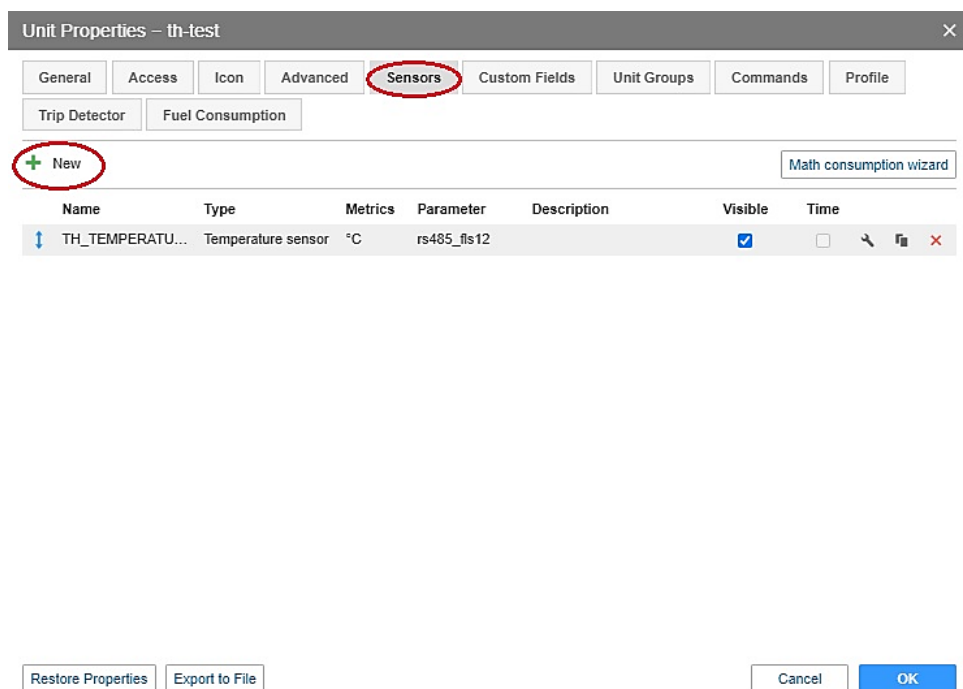

Рисунок 28 – Окно Unit Properties
- В открывшемся окне **Unit Properties** выбрать вкладку **Sensors** (рисунок 28) в которой отображаются все подключенные датчики и устройства.